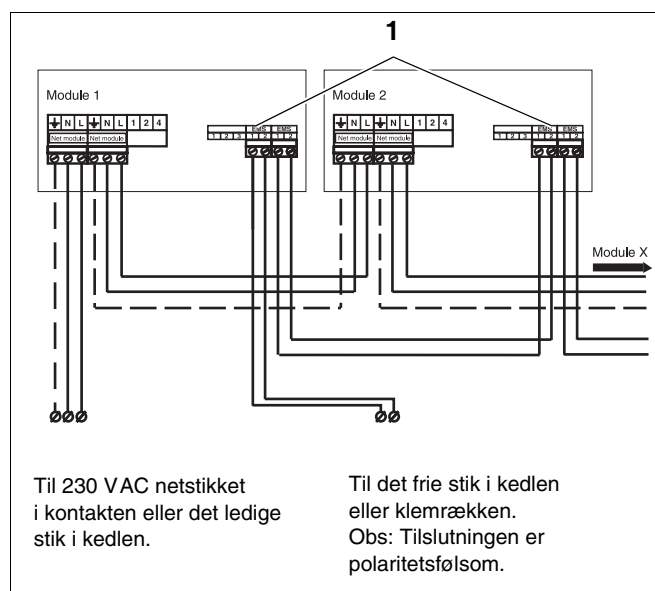
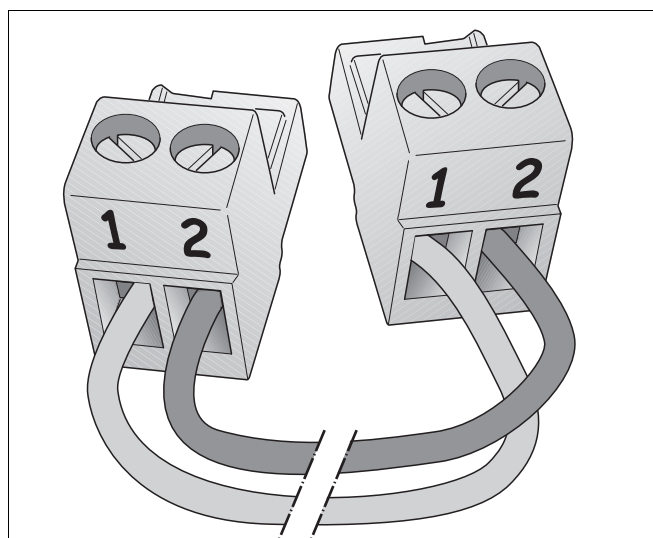
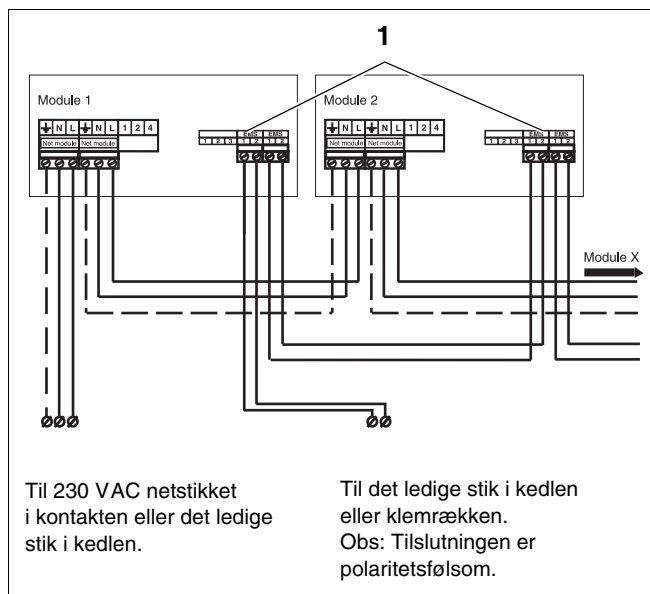

Fig. 49 Tilslutning af flere moduler
Fig. 50 Polaritet EMS-bus
Fig. 52 Tilslutning af flere moduler
- Slut det første moduls 230 VAC-netkabel til det følgende modul (fig. 49).
Bogstaverne RC eller EMS kan stå over tilslutningen på modulet (fig. 49 **pos. 1**).
- Hvis der anvendes flere moduler, kan EMS-bustilslutningen til det andet modul monteres fra det første modul. Anvend hertil kablet, som leveres med modulet (fig. 49 og 50).
- Slut kablet til fra klemme 1 til klemme 1 og fra klemme 2 til klemme 2 (fig. 49 og fig. 50).
- Slut kablet til fra klemme 1 til klemme 1 og fra klemme 2 til klemme 2 (fig. 50 og fig. 52).
- Slut den anden side af tilslutningskablet til EMS-bussen til det første modul (fig. 52).
- Slut det første moduls EMS-bustilslutningskabel til det følgende modul (fig. 52).
- Slut 230 VAC-netkablet til modulet (fig. 52). Hvis der anvendes flere moduler, kan 230 VAC-forsyningen til det følgende modul monteres fra det foregående modul ved hjælp af stikket, der leveres med, og et trepolet strømkabel på 0,75 mm² med jord.
- Slut 230 VAC-forsyningskablet fra det foregående modul til det følgende modul (fig. 52).